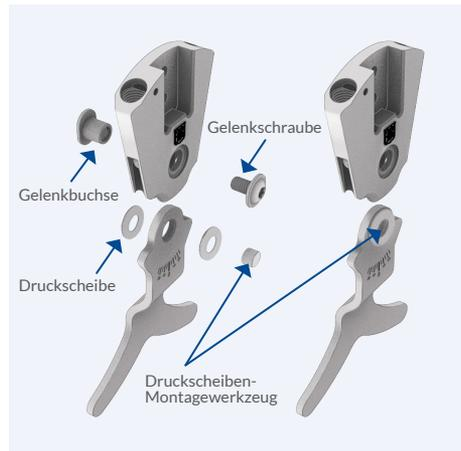

Abbildung 2
b. Montiere den MILINE-Bügel mit den ausgewählten Druckscheiben (im Lieferumfang enthalten), um das mediolaterale Spiel des Bauteils auf die gewünschte Stabilität einzustellen. Siehe Tabelle 2 sind die mitgelieferten Druckscheiben nach Bauteilgröße aufgeführt. Nachdem du die gewünschte Unterlegscheibenstärke ausgewählt hast, verwende das Werkzeug zum Einsetzen der Druckscheiben, um die Druckscheiben in einer Linie mit dem Bügel zu halten, wenn dieser in den Bauteilkörper geschoben wird (Abbildung 2). Wenn das Montagewerkzeug für die Druckscheibe mit dem Zapfenloch ausgerichtet ist, baue die Zapfenbuchse ein und drücke das Montagewerkzeug für die Druckscheibe aus dem Zapfenloch heraus. Trage einen kleinen Tropfen Schraubensicherungskleber auf die Zapfenschraube auf und ziehe sie fest. Ziehe die Zapfenschraube mit einem Drehmomentschlüssel auf den in Tabelle 1 angegebenen Wert an.